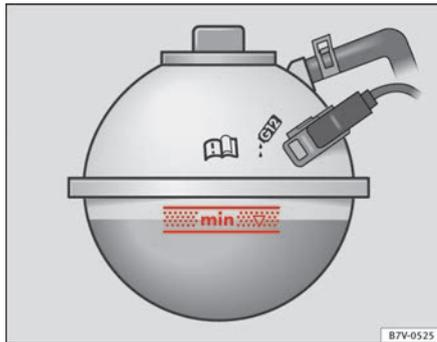

Abb. 178 Im Motorraum: Markierung an dem Motorkühlmittelausgleichsbehälter.
- Motorkühlmittelstand bei kaltem Motor an der seitlichen Markierung des Ausgleichsbehälters prüfen ⇒ Abb. 178.
- Motorkühlmittelstand muss sich innerhalb der Markierungen des Ausgleichsbehälters befinden ⇒ Abb. 178. **Nicht über die Oberkante des markierten Bereichs auffüllen** ⇒ ⚠!
- Motorkühlmittel nur bis zur Oberkante des markierten Bereichs auffüllen ⇒ Seite 329, Abb. 178. Überschüssiges Motorkühlmittel wird sonst bei Erwärmung aus dem Motorkühlsystem gedrückt und kann zu Beschädigungen führen.